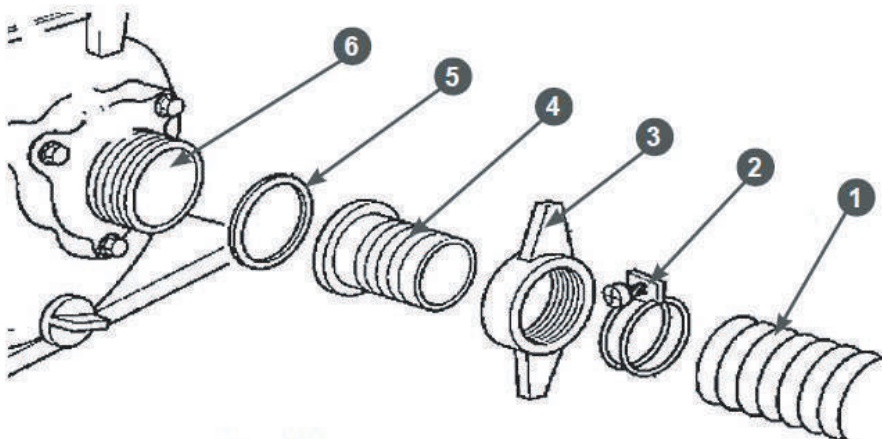

Рис. 3 Монтаж всасывающего рукава
Последовательность действий при монтаже всасывающего рукава приведена на Рис. 3. Установите всасывающий патрубок (4) через уплотнительную прокладку (5) к фланцу насоса (6) и плотно затяните гайку фланца (3). Наденьте до упора всасывающий рукав (1) на патрубок и затяните его хомутом (2).